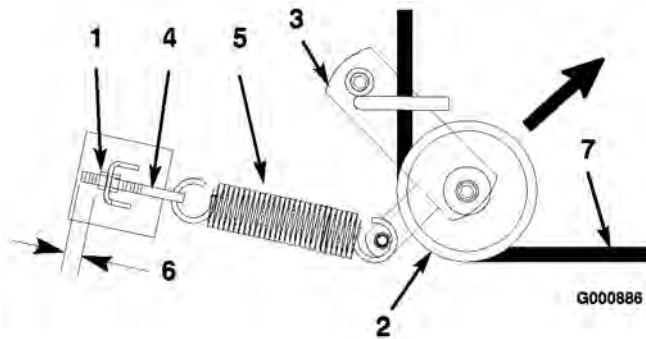
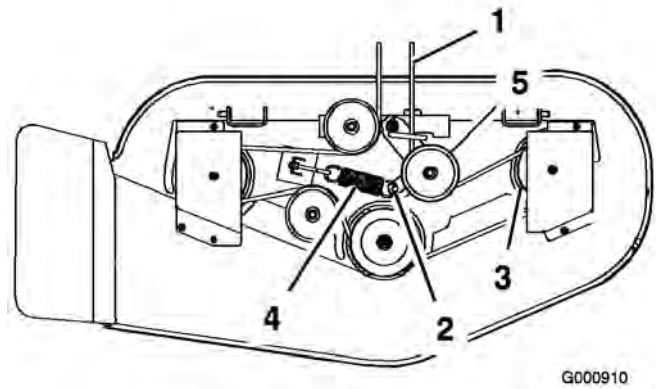

Figure 49
Figure 50
4. Tirez la poulie de tension dans la direction indiquée (Figure 49) et retirez la courroie des poulies.
5. Faites passer la courroie neuve dans le bras de la poulie de tension et autour de celle-ci (Figure 49).
6. Tirez la poulie de tension dans la direction indiquée à la Figure 49 et acheminez la courroie autour des autres poulies (Figure 50).
Remarque: Vérifiez que 3 mm (1/8 pouce) de filetage du boulon à œil est visible (Figure 49).